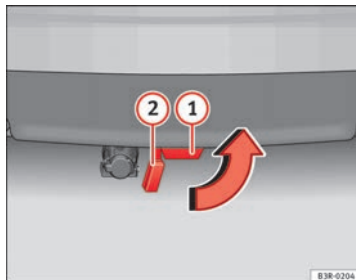

Abb. 160 Stoßfänger hinten: Verschlusspropfen einsetzen
- Ziehen Sie die Kugelstange nach unten aus dem Aufnahmeschacht **1** ⇒ Abb. 160 heraus. Dabei wird der Aufnahmeschacht durch die Verschlussklappe **2** automatisch verschlossen.